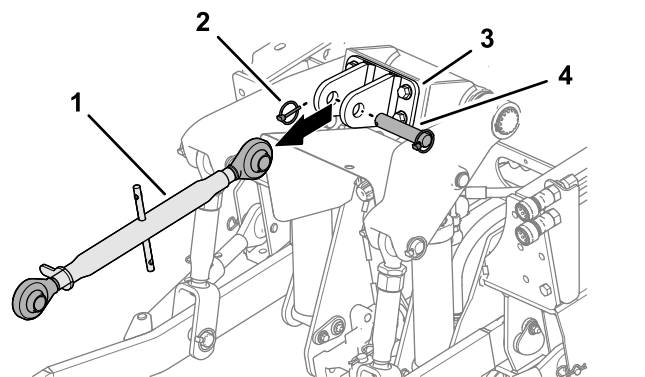

Figura 10
3. Si está instalado, retire el pasador de seguridad, el pasador de horquilla y el acoplamiento de 3 puntos superior del soporte de acoplamiento superior (Figura 10).